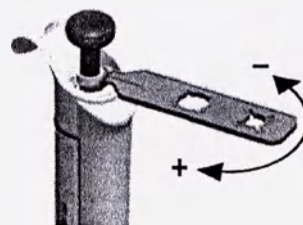

Рисунок 6
1. Установите сервисный ключ (рисунок 6) в отверстие калибровочной гайки, расположенной в верхней части ручки.